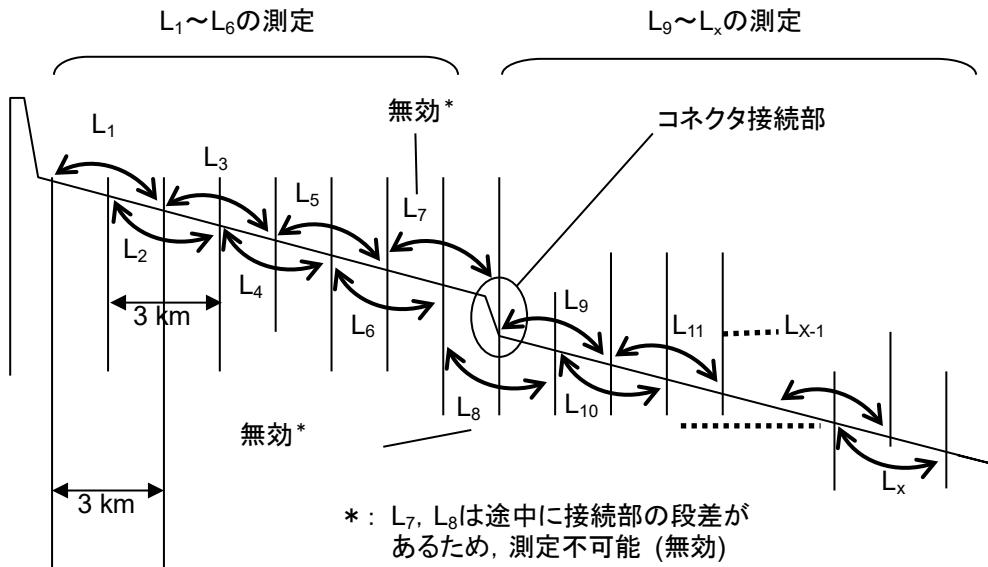

図 15.3.5-2 リニアリティ測定図
20. ロータリノブを回して 1.5 km に①, 4.5 km にマーカ②を移動します。
21. ①-②のdB/kmを記録します。これを図15.3.5-2のL₂とします。